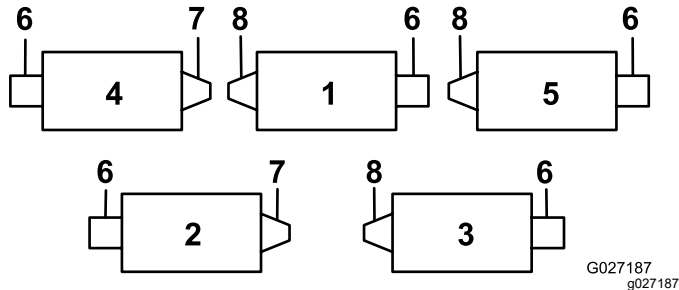
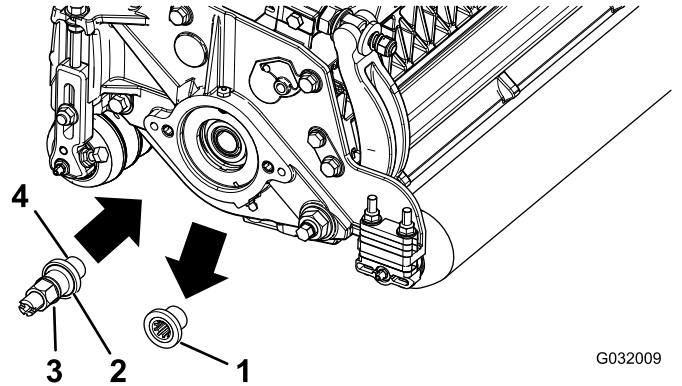

Figure 1
Figure 2
Toutes les unités de coupe sont livrées avec le contrepoids monté sur le côté gauche. Reportez-vous à la Figure 1 pour déterminer la position de la brosse de rouleau et des moteurs des cylindres.
6. Retirez l'insert fileté de l'unité de coupe pour l'entraînement de brosse de rouleau arrière (Figure 1) et mettez-le au rebut (Figure 2).
**Remarque:** Les inserts filetés à gauche se trouvent sur les unités de coupe n° 1, 3 et 5 (Figure 1).
8. Appliquez du frein-filet sur le filetage de l'arbre d'entraînement (Figure 2) et posez l'arbre d'entraînement en le serrant à un couple de 115 à 128 N·m.